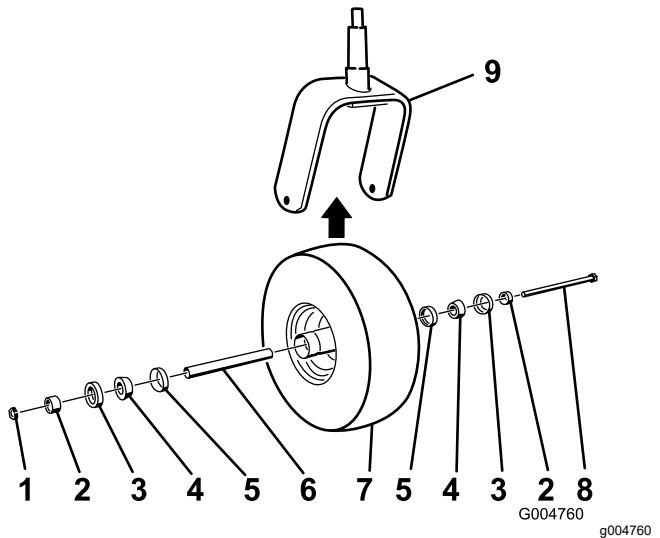

Figure 41
5. Montez la roue pivotante en poussant les roulements à rouleaux coniques et les joints, garnis de graisse, dans le moyeu, en les positionnant comme indiqué à la Figure 41.
2. Retirez le contre-écrou du boulon (Figure 41).